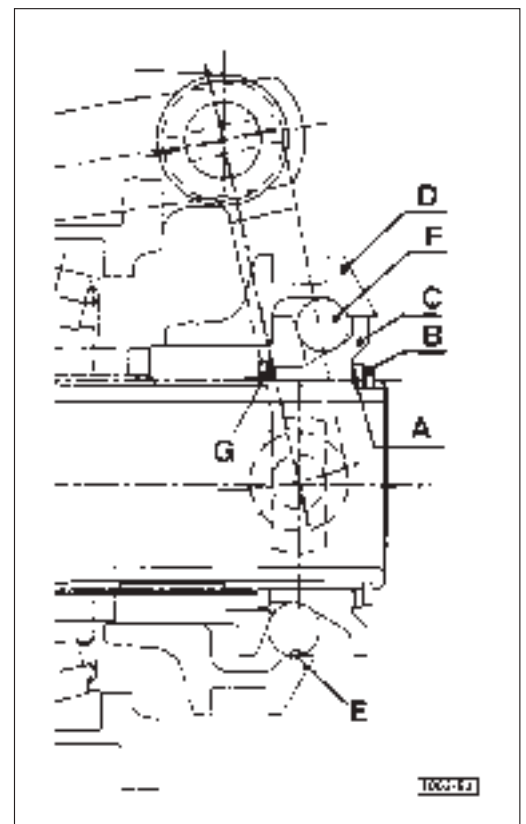

Fig. 22 - Réglage du blocage de différentiel.
### Réglage interne du blocage de différentiel de type mécanique (Fig. 22).
**REMARQUE** – Le déplacement des cales doit se faire par jeu d'une épaisseur non supérieure à 0,20 mm. L'enclenchement du manchon **D** sera correct quand le manchon recouvrira les billes **F** sans forcer pour se mettre dans la position indiquée par le repère **E** Fig. 22.